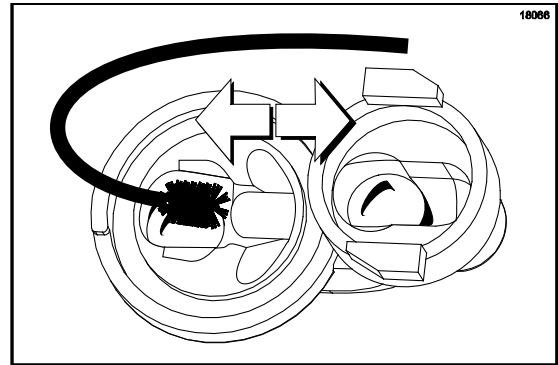

Figure 85
7. Déplacer la brosse d'avant en arrière pour frotter ce passage. Enfoncer complètement la brosse et la ressortir par le corps de la vanne (Cf. Figure 85).